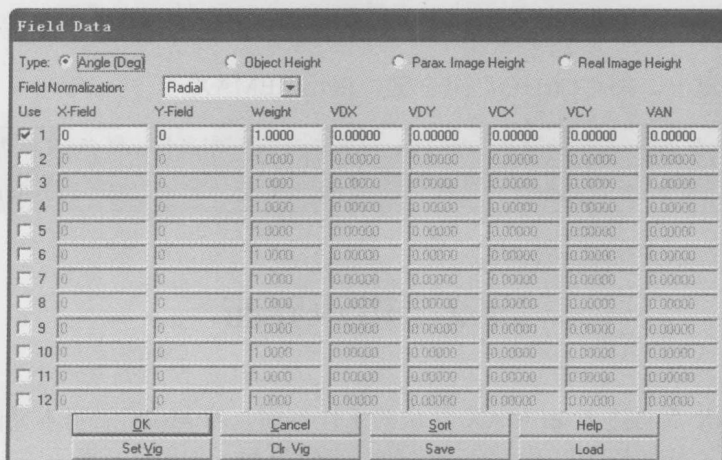

图 1-9 视场对话框图
(1) 主窗口：此窗口包含一块很大的空面积，其上方有工作区、标题栏、菜单栏、工具栏等。菜单栏中的命令一般来说可作用于当前光学系统的整体。
(2) 编辑窗口：ZEMAX 软件中有 5 个不同的编辑器，分别是镜头数据编辑器、评价函数编辑器、多重结构编辑器、公差数据编辑器和附加数据编辑器。
(3) 图形窗口：这些窗口是用来显示图形数据、图表等，如轮廓图、像差曲线图、MFT 曲线图等。
(4) 文本窗口：文本窗口是用来显示文本数据，如光学性能参数、像差系数及数值等。
(5) 对话框：对话框是一个弹出窗口，其大小无法改变。对话框是用来改变选项或数据，如视场角、波长、孔径、表面类型。对话框还可用在图形窗口和文本窗口中，以改变选项。图 1-9 所示为视场对话框。